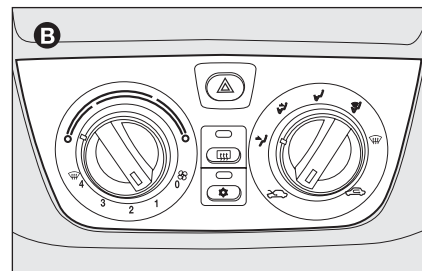

fig. 6
- ☐ con climatizador manual **B-fig. 6**;